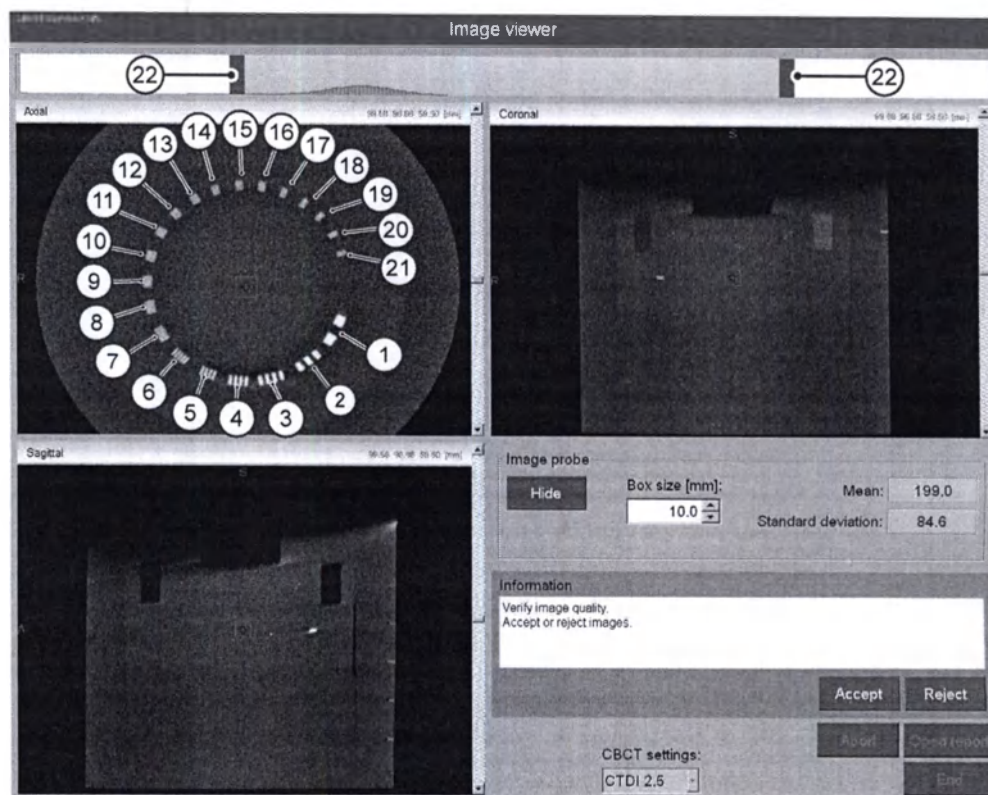

Рис. 6.6 Участок набора изображений с парами линий
- 16** Для перемещения датчика изображений используйте полосы прокрутки. Найдите участок набора изображений, показывающий пары линий. См. Рис. 6.6 .
- (1)– 1–21 пара линий/ (22) Ручка
(21) сантиметр
- 17 Используйте расположенные в верхней части окна ручки (22) для регулировки контрастности изображений.
- 19 На Рис. 6.6 найдите пару линий с наибольшим числом, в которой каждая линия еще хорошо различима.